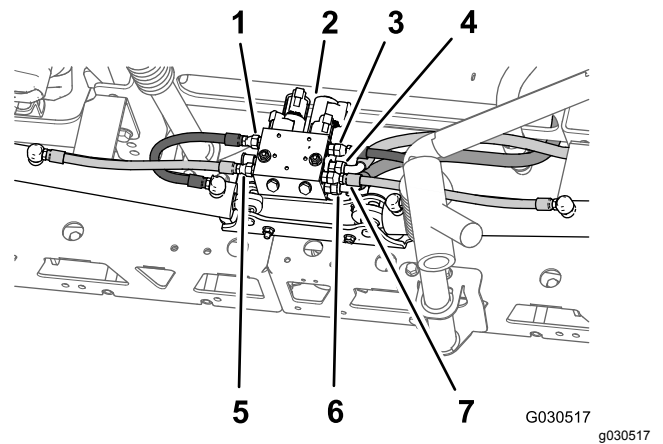

Bild 71
2. Entfernen Sie am Heck der Maschine die Hydraulikschläuche zwischen dem Auslegerhubverteiler und dem Hydraulikzylinder (Bild 71).